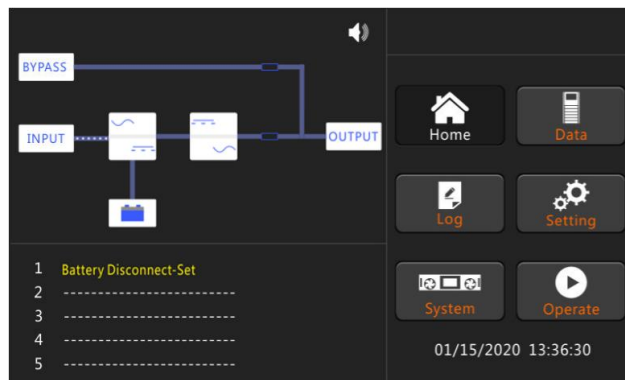

Abb.4-1 LCD des Gleichrichterstarts
2. Schließen Sie den Ausgangsleistungsschalter (CB) und dann sowohl den Eingangs- als auch den Bypass-Leistungsschalter (CB) und das System beginnt mit der Initialisierung
3. Das LCD vor der USV leuchtet. Das System betritt die Startseite, wie in Abb.4-1 gezeigt.
4. Die LCD-Home-Schnittstelle zeigt an, dass der Systemgleichrichter funktioniert, die Anzeige blinkt, wie in Abbildung 4.1 gezeigt.